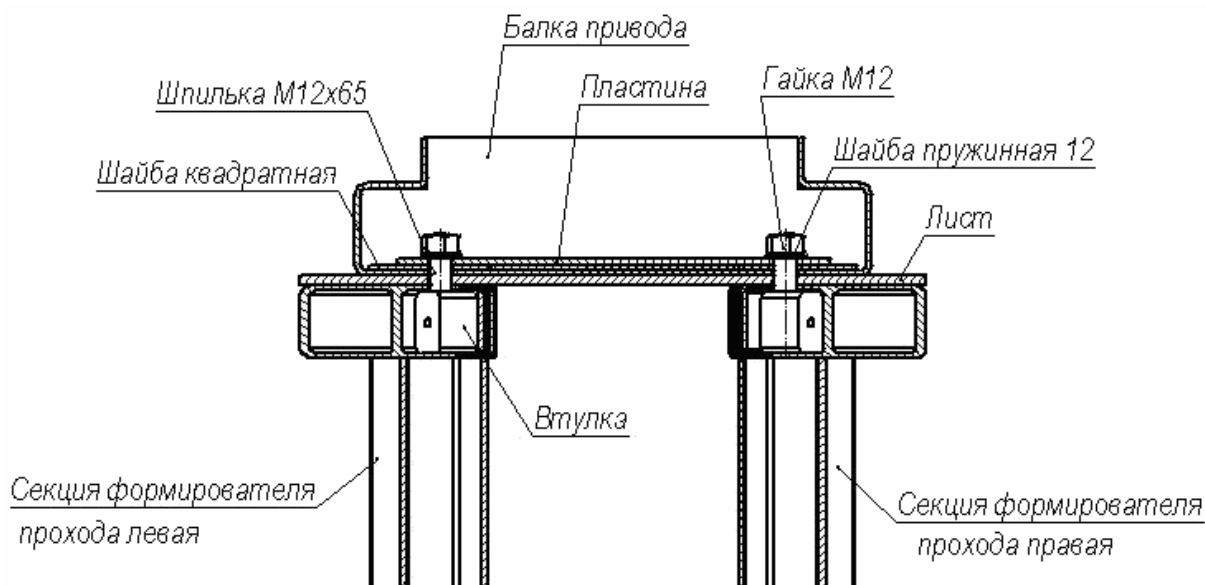

Рисунок 15 Крепление балки привода (13) к секциям (6) и (7) формирова­теля прохода
- 11.6. Зафиксируйте положение балки двумя гайками M12 (см. рис. 15). Затяните гайки на всех четырех шпильках, крепящих балку привода. Усилие затяжки гаек – предварительное.